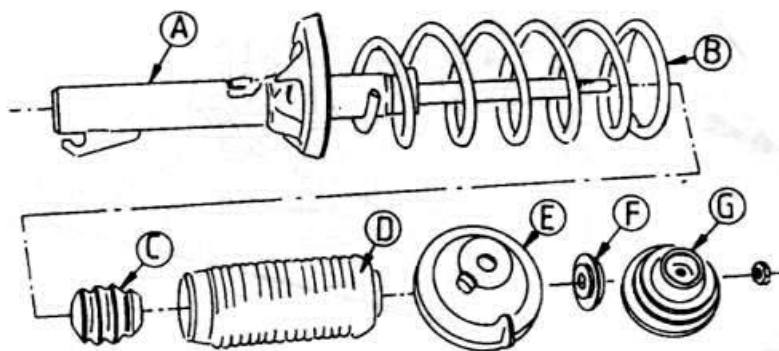

Рис. 4.14
- ♦ Снимите пружину и противопыльный чехол. Дальше разбирать колонну не следует. Детали колонны представлены на рис. 4.14.